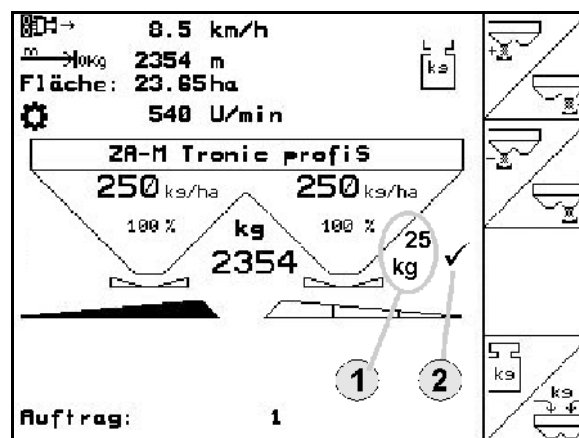

Fig. 33
- I arbejdsmenuen vises den udbragte gødningsmængde (Fig. 33/1).